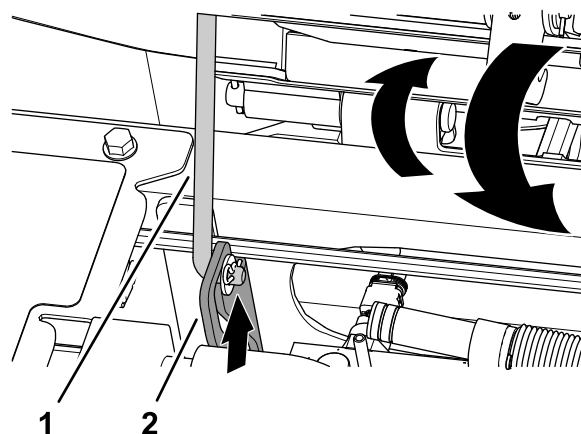

Figura 99
1. Rode ligeiramente o banco e levantar a barra de apoio da ranhura de suporte do banco (Figura 99).